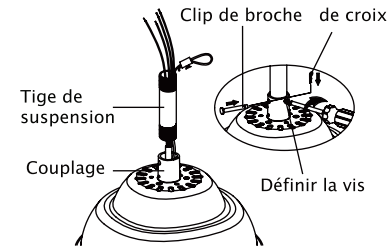

Fig. 8
**Étape 4.** Alimentez soigneusement les fils de ventilateur et le câble de sécurité jusqu'à travers la tige descendante. Enfiler la tige descendante sur l'accouplement moteur jusqu'à ce que les trous d'épingle s'alignent. Ensuite, remplacez la broche et le clip croisés et serrez les deux vis. (Fig. 8)